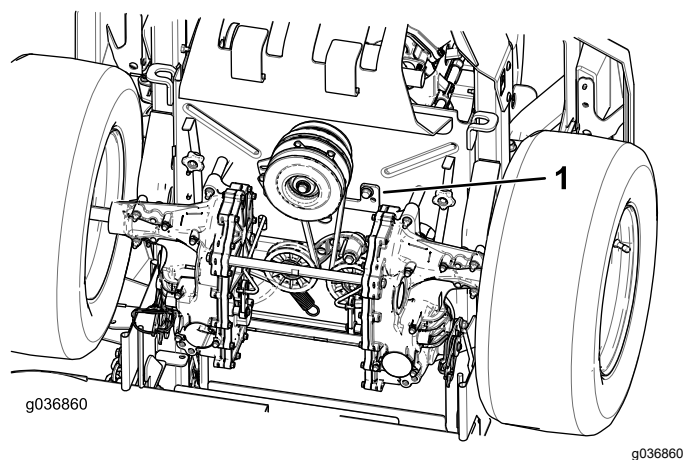

Bild 64
5. Entfernen Sie den Kupplungsanschlag (Bild 64).
9. Montieren Sie den Kupplungsanschlag (Bild 64).